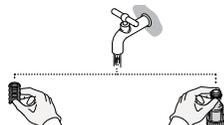

Fig. 41
3. Rincez les différentes pièces sous le robinet (Fig. 41).